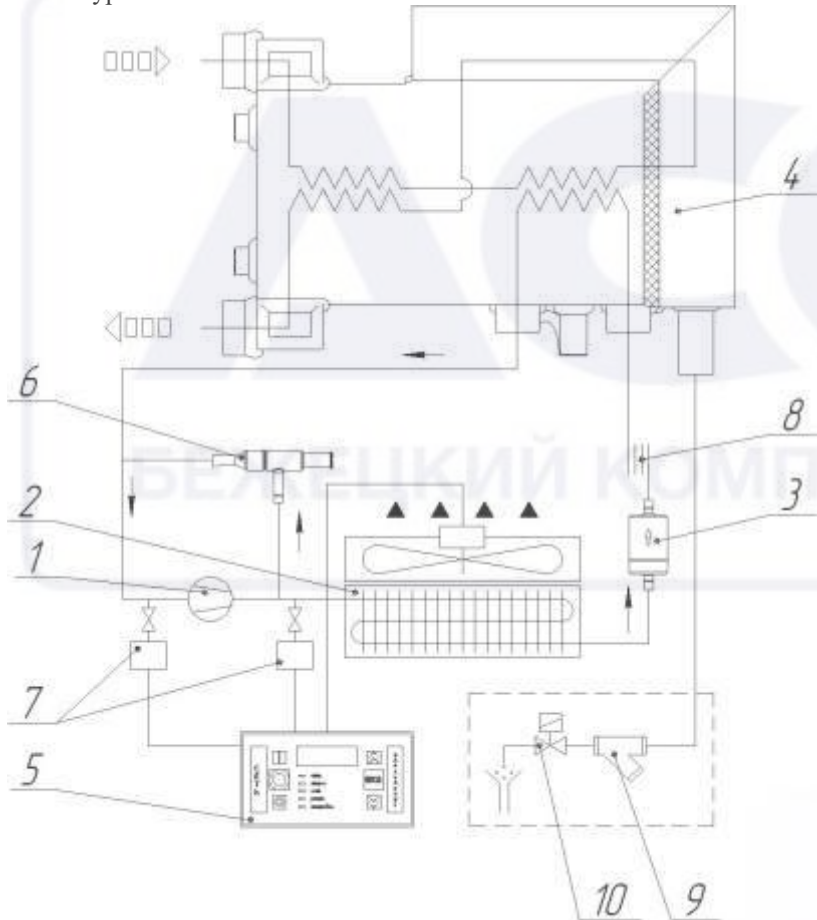

Рисунок 3 – Холодильный контур
4.1 Осушитель рис. 3 представляет собой конструкцию алюминиевого теплообменника, размещенного в блоке осушения 4. В первом контуре теплообменника из сжатого воздуха удаляется вода путем его охлаждения до температуры приблизительно $+3^{\circ}\text{C}$ и удаления образующегося при этом конденсата. С целью предотвращения образования конденсата на наружной поверхности трубопроводов системы циркуляции, обрабатываемый сжатый воздух перед выходом его из осушителя подвергается предварительному подогреву. Для этого он прогоняется через второй контур теплообменника.
4.1.1 Компрессор 1 (рис. 3) является активным элементом осушителя и обеспечивает циркуляцию хладагента по холодильному контуру за счет сжатия паров хладагента от давления кипения до давления конденсации.
4.1.3 Устройство слива конденсата предназначено для удаления конденсата образующегося при охлаждении сжатого воздуха в блоке осушки. Устройство состоит из электромагнитного клапана 10 (рис.3) и сантехнического фильтра 9 (рис 3). Сигнал на управление электромагнитным клапаном подается блоком автоматического управления 5.
4.1.4 Регулятор производительности 6 (рис. 3) перепускает часть горячего газа (из количества нагнетаемого газа компрессором) в трубку полости между испарителем и всасыванием компрессора, поддерживая постоянное значение температуры/давления кипения фреона около $+2\text{ }^{\circ}\text{C}$. Такое перепускание газа полностью исключает образование льда внутри испарителя в полости сжатого воздуха при любых нагрузках.
4.1.7 Фильтр-осушитель 3 (рис. 3) размещается перед капиллярной трубкой, задерживает все технические загрязнения и пары влаги, исключая их циркуляцию и вступление в химические реакции